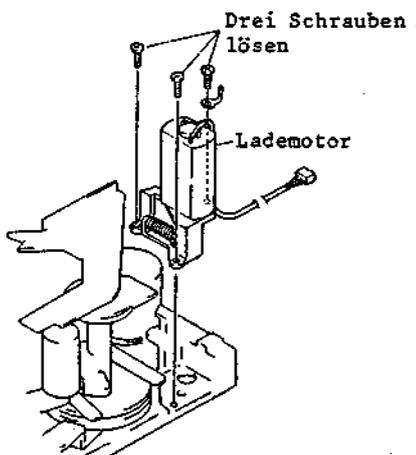

Abb. 2-63 Ausbau des Lademotors
2. Drei (3) Befestigungsschrauben des Lademotors lösen (siehe Abb. 2-63).